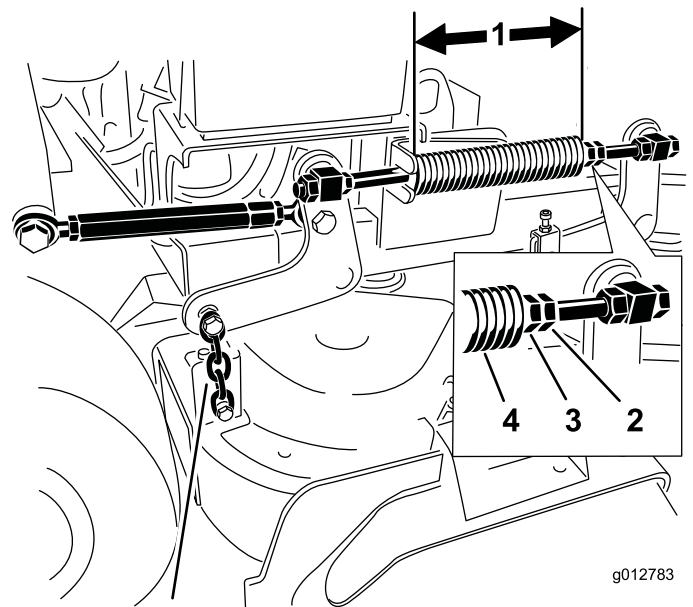

Figura 88
2. Compruebe la longitud del muelle de compresión. La longitud nominal es de 28.2 cm (11-1/8 pulgadas) para carcasas de corte de 36 pulgadas y 25.7 cm (10-1/8 pulgadas) para carcasas de corte de 102 cm (40 pulgadas) (Figura 88).
3. Ajuste esta distancia aflojando la contratuerca elástica y girando la tuerca que está delante de cada muelle (Figura 88).
4. Fije la tuerca en la posición deseada apretando la contratuerca elástica (Figura 88).